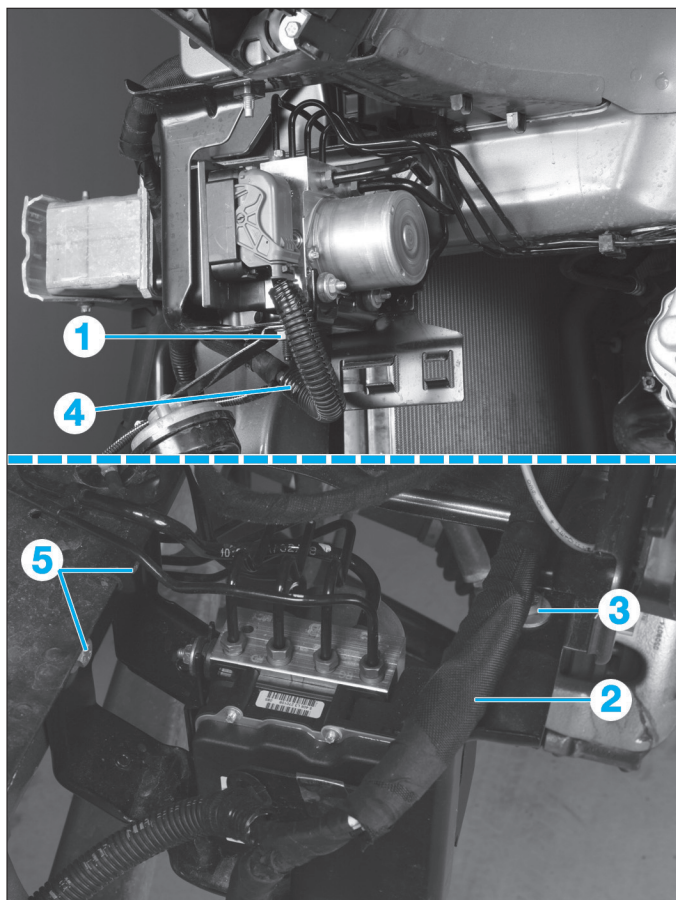

Fig. 24
- l'écrou (1) (Fig.24).
- Dégraffer le faisceau électrique (2).
- Déposer la vis (3).
- Dégraffer le faisceau électrique (4).